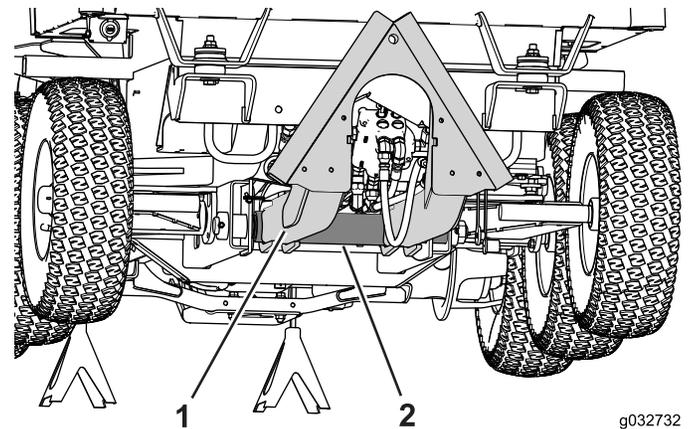

Figura 87
3. Individuate il punto di articolazione per il braccio dell'attrezzo sul telaio invernale (Figura 87).